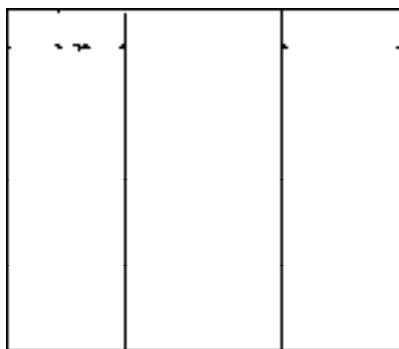

图 15-150 向下偏移矩形边
19) 调用“分解”命令，对矩形执行分解操作；调用“偏移”命令，向下偏移矩形边，如图 15-150 所示。